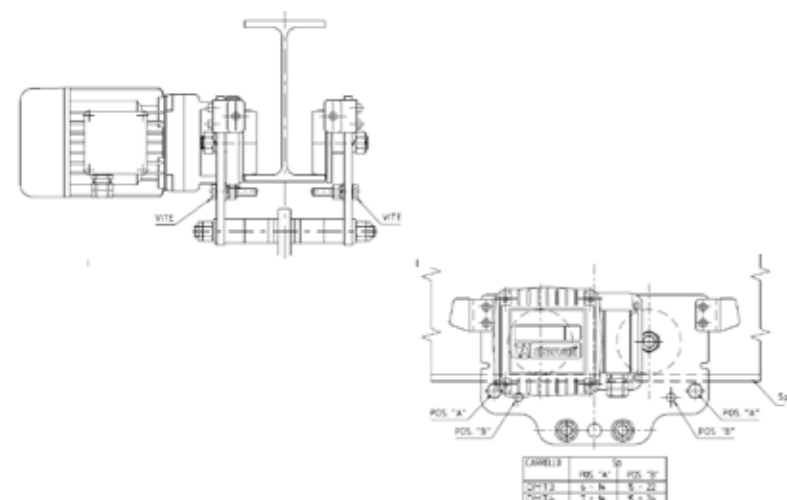

fig.23
1. Verificare che le viti antiribaltamento, dei carrelli DMT3 e DMT4, siano posizionate in "A" o "B" a seconda dello spessore dell'ala trave e che la coppia di serraggio sia pari a 50Nm. (fig.23)
3. Abbassare il pallet di circa 15 cm in modo da allineare la geometria delle quattro ruote sull'ala inferiore della trave. (fig.23)